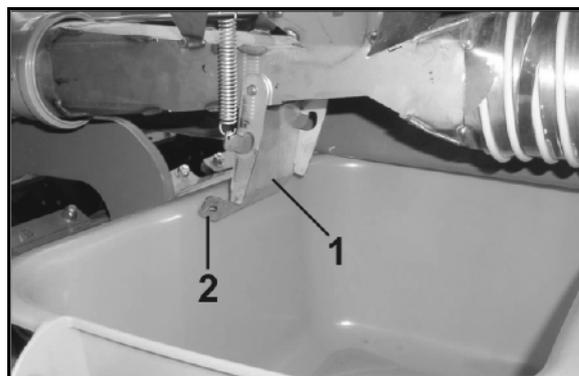

Fig. 113
2. Abra las llaves de cierre (Fig. 113/1,2).
4. Montar barras de seguridad vial (Fig. 113/3).